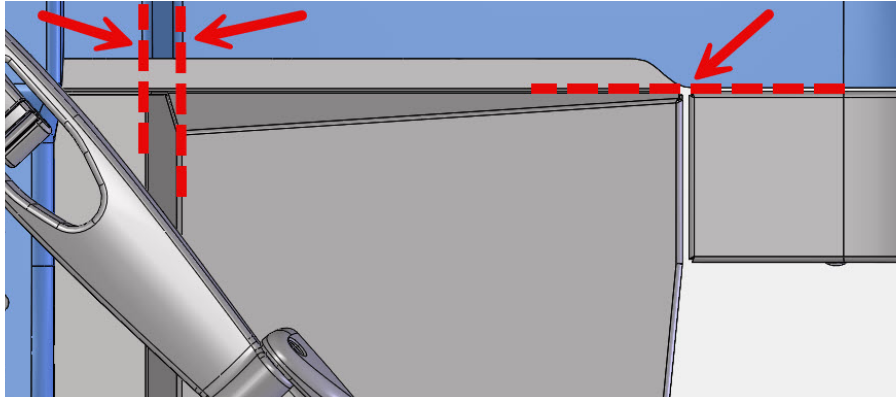

**Figure 8 : Installation du loquet du capot (côté conducteur illustré)**
- d. Assurez-vous que les deux trous de la surface principale du PEC soient correctement alignés avec les trous du support de loquet de capot, puis installez le loquet de capot à l'aide du boulon OEM et du contre-écrou à bride M8 fourni. La goupille de positionnement du loquet du capot s'insère dans le trou rond et le boulon passe dans la fente, comme illustré à la figure 8.